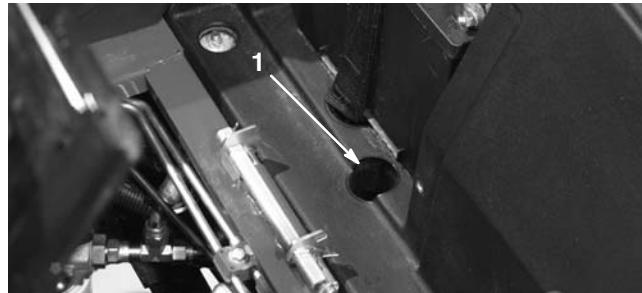

Figure 28
- Soulevez le siège et déposez le couvercle de la batterie. La vanne de dérivation se trouve devant la batterie (Fig. 28).